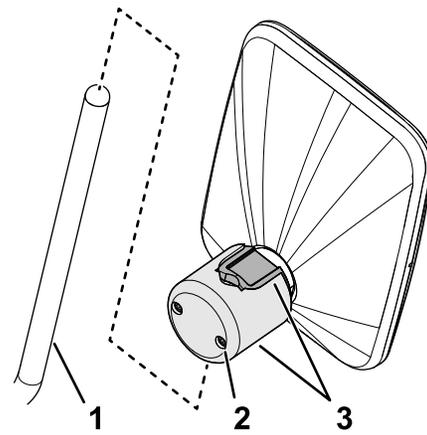

Bild 3
3. **Alle Modelle:** Lösen Sie die 2 Innensechskantschrauben, mit denen die Hälften der Spiegelklammer befestigt sind (**Bild 3**).
4. Montieren Sie den Spiegelarm an die Spiegelklammer und ziehen Sie die 2 Innensechskantschrauben fest (**Bild 3**).